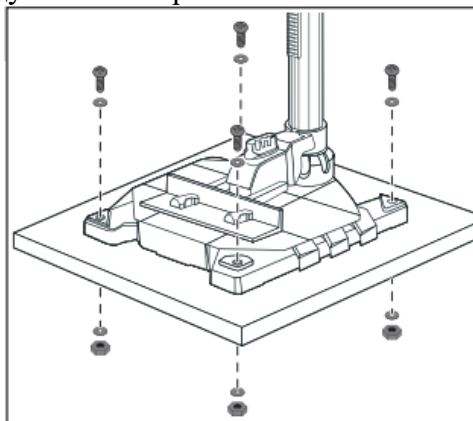

Рис. 5
**ПРИМЕЧАНИЕ!** Во избежание травм и повреждений заготовки и изделия **НАСТОЯТЕЛЬНО** рекомендуем Вам закрепить основание на опорной поверхности (Рис.5).